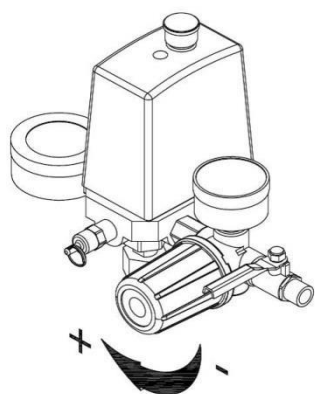

Figure 9
REGULATEUR (figure 9)
2. Réglez la pression de sortie de l'air en tournant le bouton comme le montre la figure 9